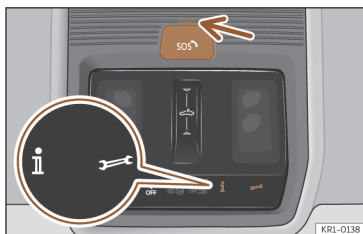

Fig. 47 Na consola do tejadilho: comando para os serviços de voz.
>>> **Fig. 47**, podem executar-se os seguintes serviços de voz:
>>> **Fig. 47** (seta). Indica os seguintes estados:
1. Pressione brevemente a tampa do botão SOS e abra a tampa >>> **Fig. 47.**
Dependendo do equipamento e do país, o veículo pode estar equipado com um sistema de chamada de emergência. Em alguns países, o sistema de chamada de emergência gratuito público está ativo por defeito. O elemento de controlo encontra-se na consola do tejadilho >>> Fig. 47.
1. Pressione brevemente a tampa do botão ^{SOS} e abra a tampa >>> Fig. 47.